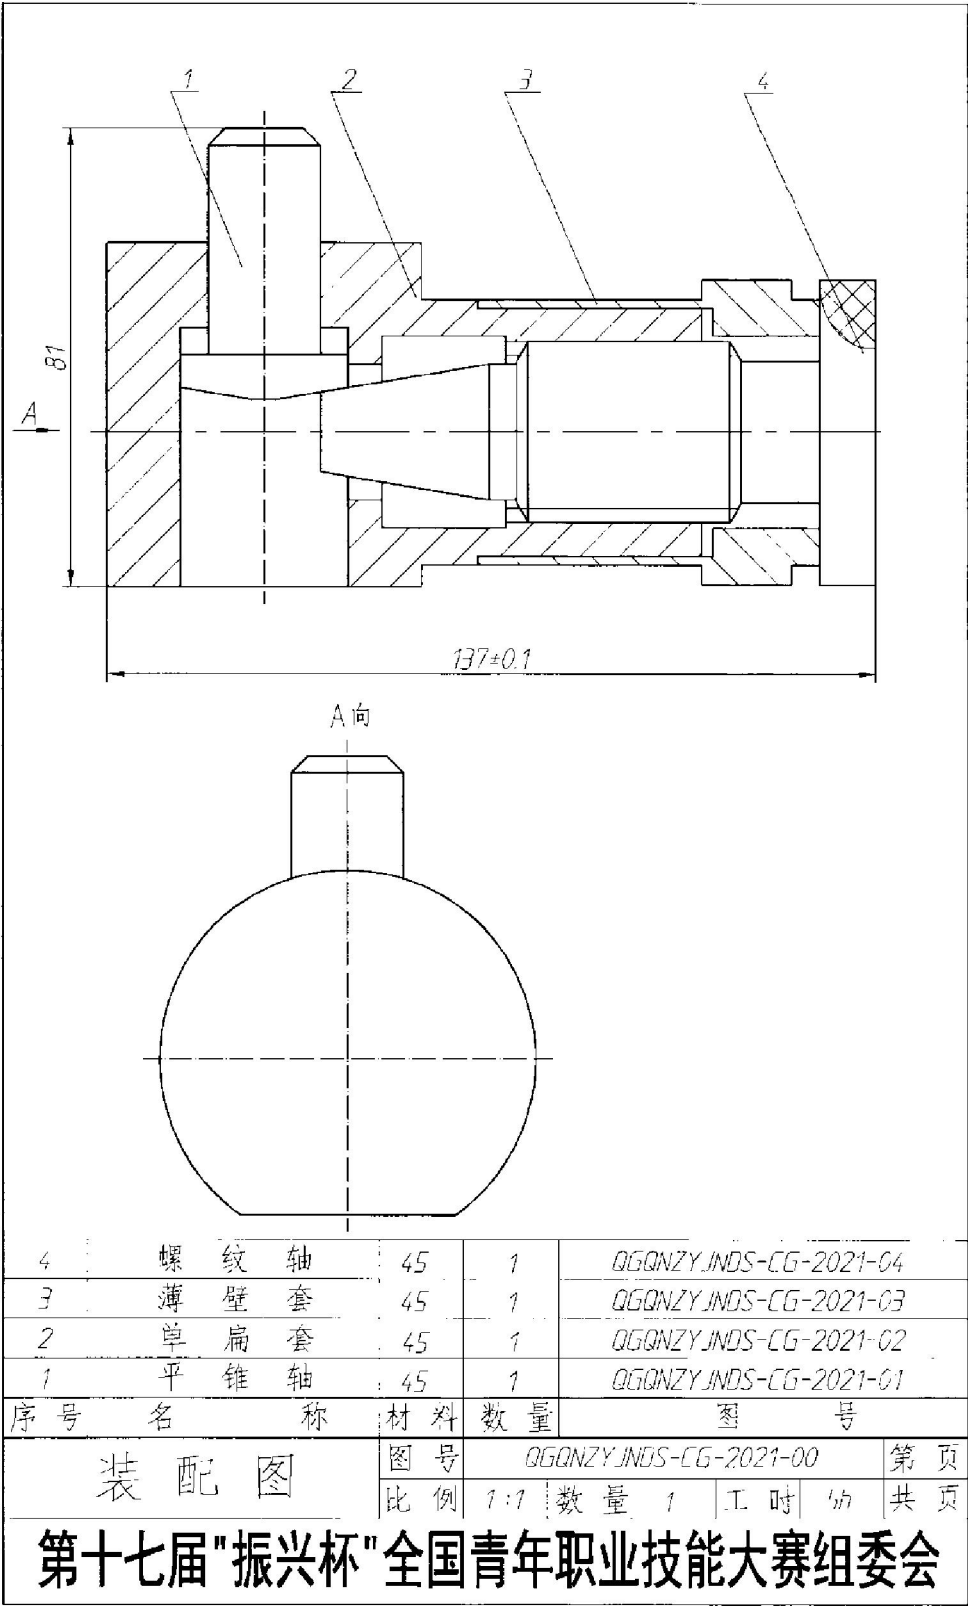

图 1. 装配示意图
1) 完成组合件加工并按装配图进行装配，保证相关技术要求。装配示意图见图 1。具体尺寸及相关技术要求决赛现场发布。